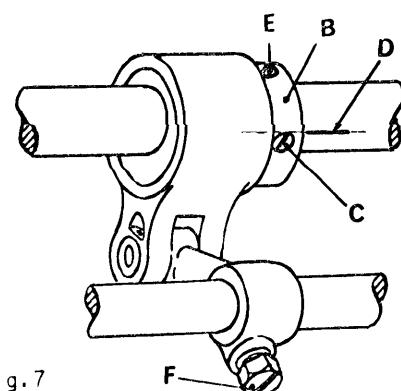

Fig. 7
- Regolare l'eccentrico B (fig. 7) per lo spostamento frontale del crochet, in modo che la tacca D incisa sull'albero corrisponda alla tangente superiore della vite C.
- Controllare che la punta del crochet, nella sua corsa verso sinistra, passi a circa mm. 0,05 dall'incavo dell'ago. Se ciò non avvenisse, regolare il gruppo mediante la vite F (fig. 7).